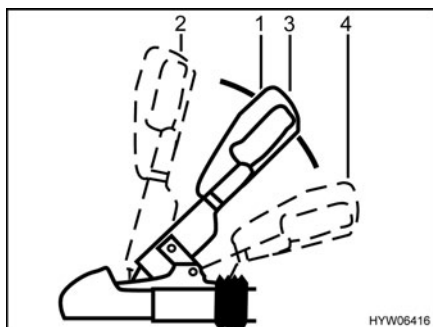

Fig. 2 Acoplamiento de seguridad WS 3000 D
- Desplazar la palanca de acoplamiento (Fig. 2,1) hacia arriba a la posición "abierto" (Fig. 2,2). El acoplamiento de seguridad está abierto.
- Colocar el acoplamiento de seguridad abierto en la bola del remolque del vehículo tractor y soltar la palanca de acoplamiento. El tirador se vuelve a deslizar automáticamente hasta su posición inicial (Fig. 2,3).
- Activar el dispositivo de estabilización. Tirar de la palanca de acoplamiento hacia abajo desde la posición cerrado (Fig. 2,3) hasta el tope (Fig. 2,4).
Para desconectar la palanca de estabilización, p. ej. en trayectos con hielo o nieve, desplazar lentamente hacia arriba la palanca de acoplamiento (Fig. 2,1) hasta la posición cerrado (Fig. 2,3).